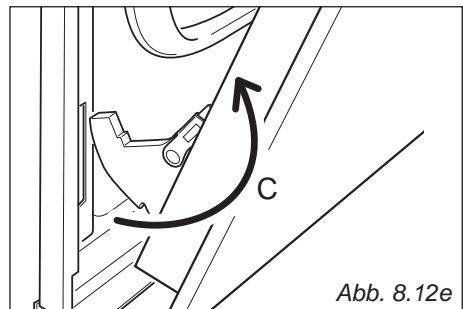

Abb. 8.12e
- Das Bajonett der Scharniere ebenfalls aus dem Sitz nehmen (Abb. 8.12e)